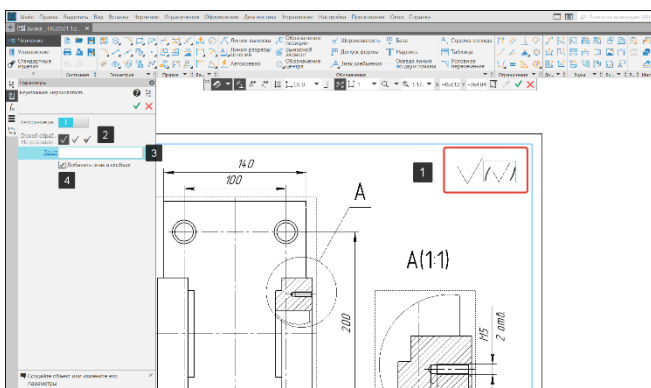

Рисунок 281 – Настройка параметров
- В режиме задания неуказанной шероховатости в правом верхнем углу чертежа появится фантом обозначения (1), с левой стороны – элементы настройки параметров обозначения неуказанной шероховатости:
- Способ обозначения (2);
- Текст (3);
- Щелчком левой кнопкой мыши в поле текст (3) (Рисунок 281);